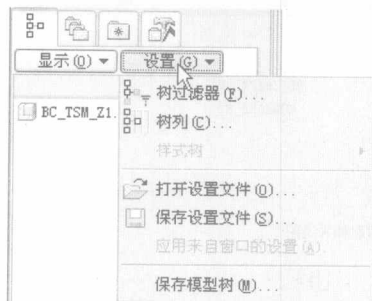

图 1-7 “设置”下拉菜单
(1) 在导航区的  (模型树)选项卡中,单击模型树上方的“设置”按钮,打开如图 1-7 所示的下拉菜单。